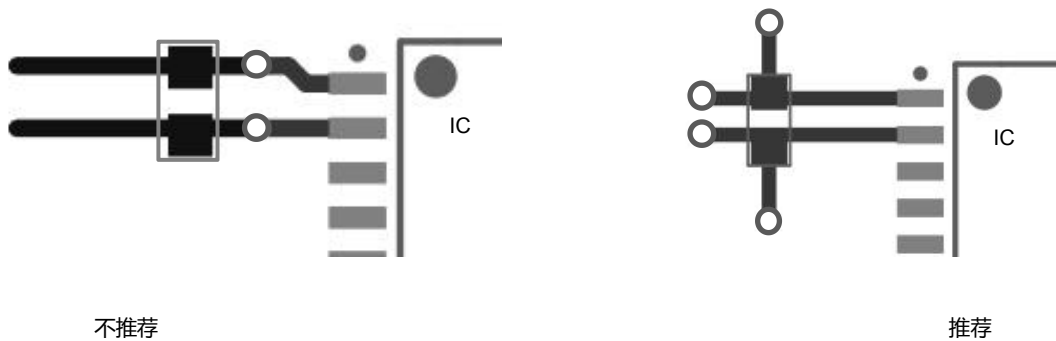

图 10-2
3、当需要在供电电源线和地线中放置过孔时，过孔的位置应在电容相对芯片引脚的外侧，而非放置在电容与芯片之间，如下图 10-2 所示，以减少过孔寄生电感的影响。